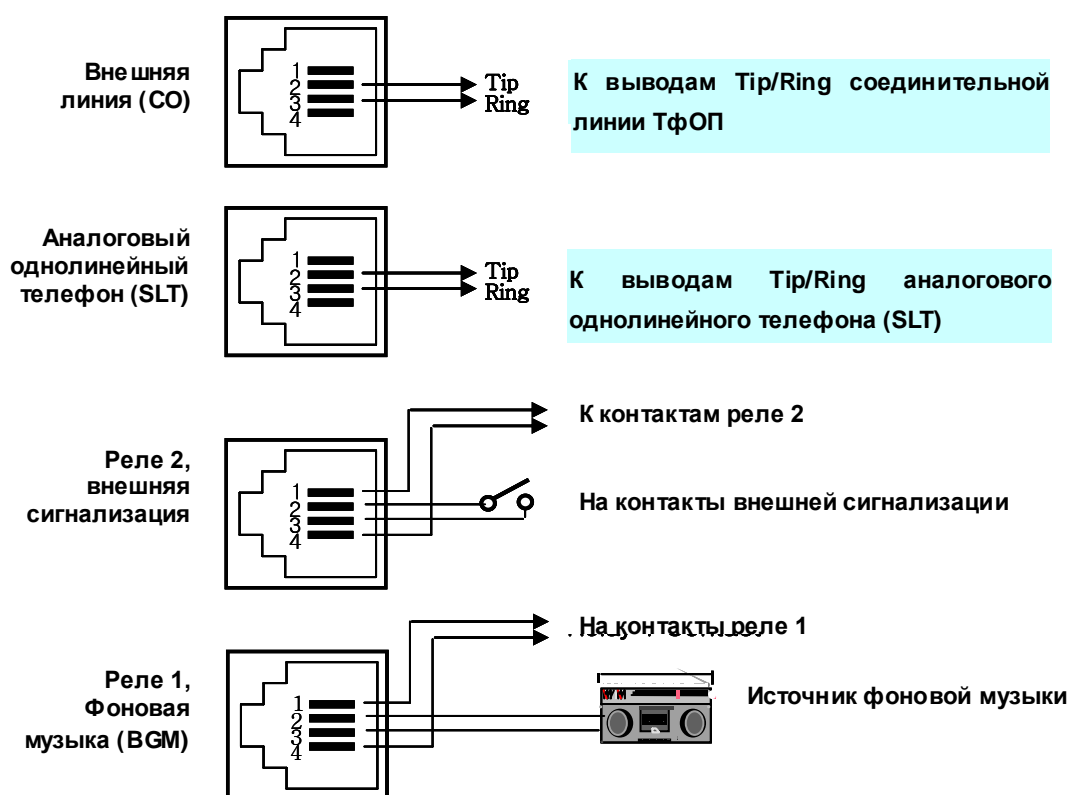

Рис. 4.5.16-3 Подключение модуля RSGM
На задней панели находятся четыре разъема типа RJ-11. Самый верхний разъем предназначен для подключения внешней аналоговой линии, которую надо соединить с вводом городских линий. Более подробно о подключении см. Рис. 4.5.16-3.
который должен присоединяться к кабельному вводу аналоговых линий, как это подробно показано на Рис. 4.5.16-3
Третий и четвертый разъемы RJ-11 предназначены для подключения ко входу внешней сигнализации/дверного звонка, входу внешнего источника фоновой музыки (BGM) и двух «сухих» контактов реле (т.е. не подключенных к источникам тока или напряжения). Более подробно о подключении см. Рис. 4.5.16-3.
- Подключите разъемы RJ-11 к различным соединениям, как это показано на Рис. 4.5.16-3.